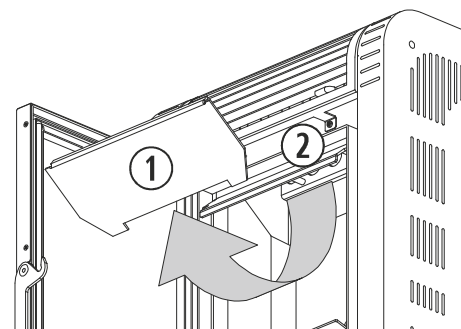

Figura 20
Nos modelos *Moon* (figura 20) e *Basic*, devemos realizar uma ação de limpeza a maiores sobre o permutador de calor (②), esta ação terá uma frequência semanal. Para ter um melhor acesso ao permutador e poder limpá-lo de forma exaustiva, devemos empurrar para cima a placa superior da grade (①), até desencaijar as patilhas que a fixam à placa central e puxá-la. Ao finalizar, colocamos de novo a placa superior, assegurando-nos de que as patilhas ficam corretamente encaixadas.